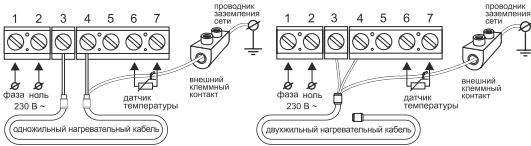

Рис.3
- Вывод экранирующей оплетки (желто-зеленый провод) - к линии защитного заземления (РЕ) через внешний клеммный контакт (не входит в комплект поставки) (Рис.3).